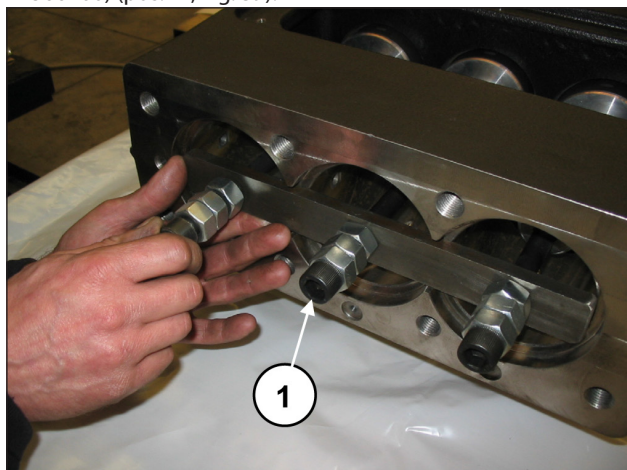

Fig. 39
Fare avanzare le semibielle nella direzione della parte idraulica e bloccarle mediante l'utilizzo dell'apposito attrezzo (cod. 27566200) (pos. ①, Fig. 39).